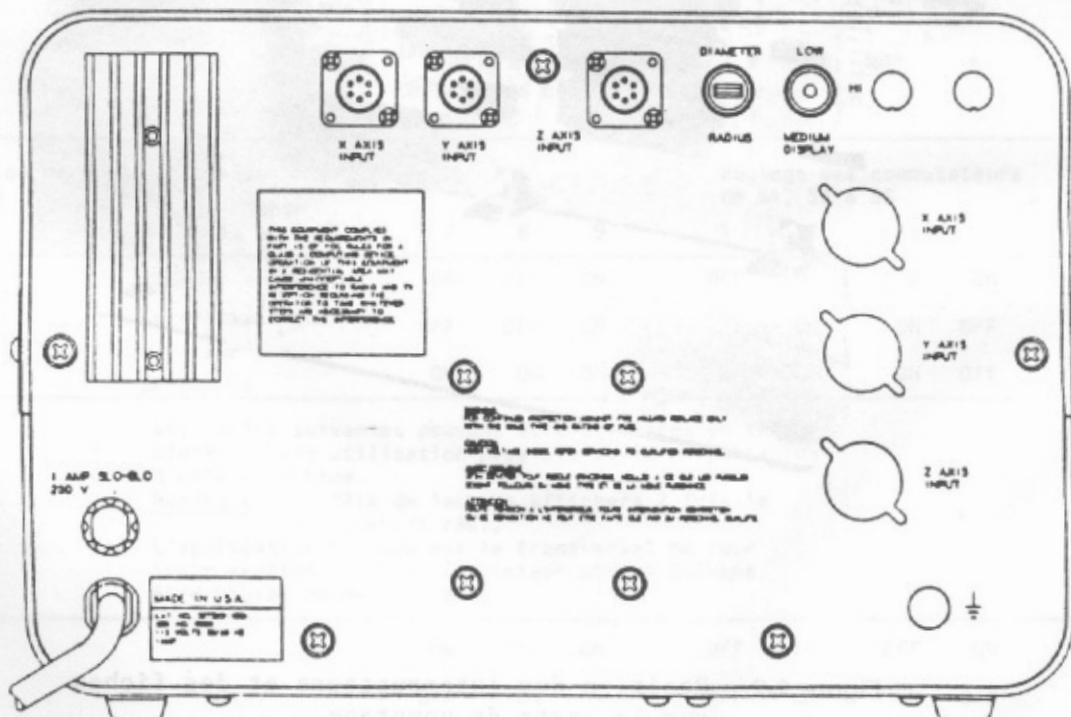

Fig. 2-1. Branchements électriques du compteur.
- a) se reporter à la figure 2.1. Brancher un fil de masse traissé ou un fil de cuivre allant de l'écrou situé à l'arrière de l'appareil à un point de fixation correct sur la machine. Vérifier que le fil de masse a une longueur suffisante et est correctement placé de façon à ne pas être arraché ou frotté au cours de l'utilisation de la machine. Mettre à la terre le bâti de la machine en le connectant à un tuyau d'arrivée d'eau froide ou tout autre terre de bonne qualité. Un piquet métallique enfoncé de plusieurs pieds dans le sol suffira si aucune autre terre n'est disponible. (aucune masse spéciale n'est nécessaire pour les règles.)